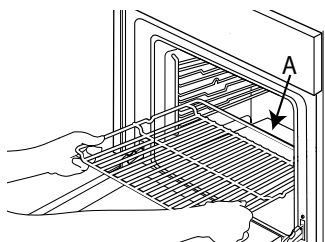

Fig. 1
1. Sæt risten i vandret, med den hævede del "A" vendt opad (fig. 1).
1. Brug begge hænder til korrekt placering af Artisan-tilbehøret på den første ribbe (Fig. 1).
(Fig. 1)
Brug begge hænder til korrekt placering af Artisan-tilbehøret på nederste ribbe (fig. 1).
1. Brug begge hænder til korrekt placering af Artisan-tilbehøret på nederste ribbe (fig. 1).